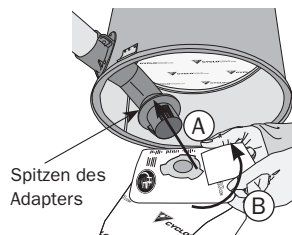

Abbildung 16
4. Achten Sie darauf, dass der Beutel fehlerfrei ist und stecken Sie diesen bis zum Anschlag auf den Aufnahmering (**Abbildung 16 - A**).
Drehen Sie den Beutel ca. 20° (**Abbildung 16 - A**); die Einschnitte des Beutels sollten mit dem Spitzen des Adapters nicht mehr zusammenpassen.